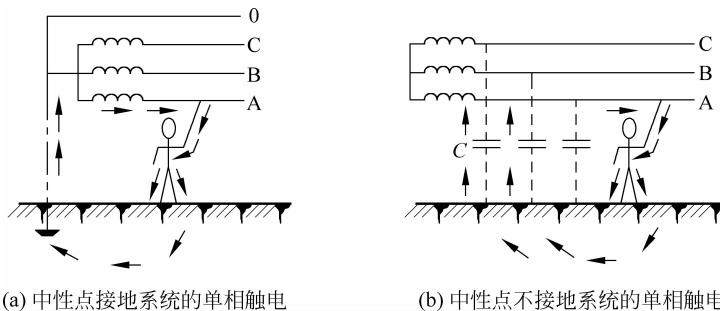

图 1-1 单相触电示意图
① 中性线接地电网的单相触电。在中性线接地的电网中,发生单相触电的情形如图 1-1(a)所示。这时,人体触及的是相电压,在低压动力和照明线路中为 220V。电流经相线、人体、大地和中性点接地装置形成通路,触电的后果往往很严重。
② 中性线不接地电网的单相触电。在中性线不接地的电网中,发生单相触电的情形如图 1-1(b)所示。当站立在地面的人手触及某相导线时,由于相线与大地存在电容,所以有对地的电容电流从另外两相流入大地,并全部经过人体流入人手触及的相线。一般来说,导线越长,对地的电容电流越大,其危险性越大。